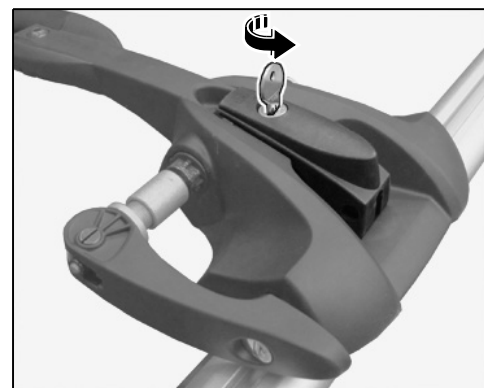

Bild 24
- 5.6.3 Spannhebel abschließen (⇒ Bild 24.)